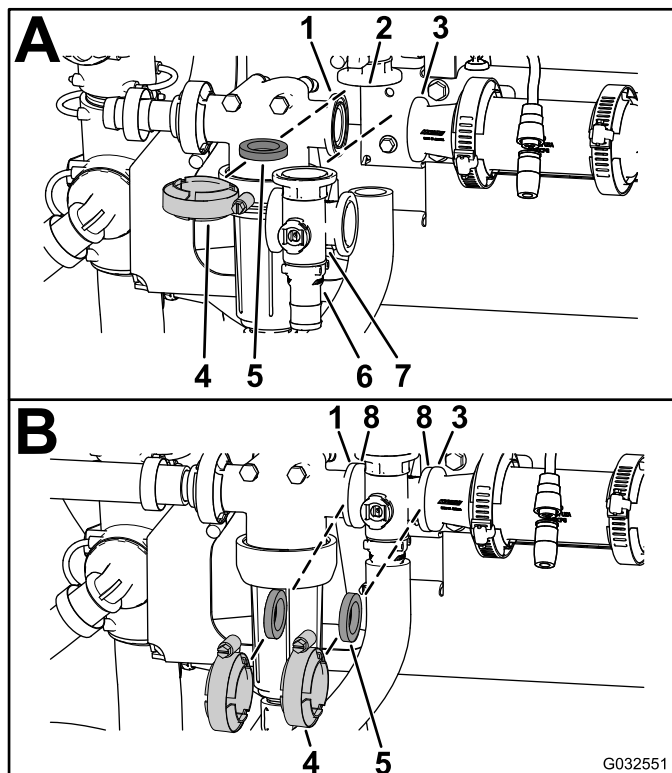

图 115
1. 将搅拌旁通阀凸缘、1 个垫片与搅拌阀歧管的端盖接头凸缘对齐图 115 A。
2. 以手动夹紧夹具的方式组装搅拌旁通阀、垫片和搅拌阀歧管图 115 A。
3. 在压力式滤清器头的凸缘与搅拌阀歧管之间放 1 个垫片图 115 B。
4. 以手动夹紧夹具的方式组装压力式滤清器头、垫片和搅拌阀歧管图 115 B。
5. 在搅拌阀歧管凸缘与异径管连接头之间放 1 个垫片图 115 B。
6. 以手动夹紧夹具的方式组装搅拌阀歧管、垫片和异径管连接头图 115 B。
7. 在搅拌阀歧管凸缘与搅拌节流阀安装座接头之间放 1 个垫片图 115 C。
8. 以手动夹紧夹具的方式组装搅拌阀歧管、垫片和安装座接头图 115 C。